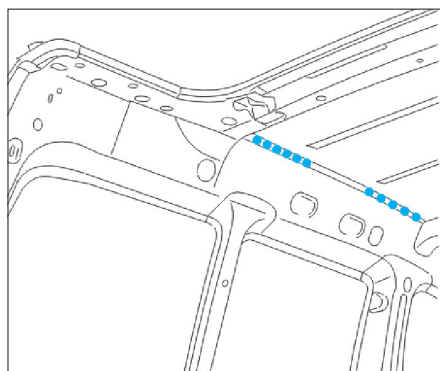

FIG. 101
- Souder par points bouchons au MAG ou MIG (Fig.101).